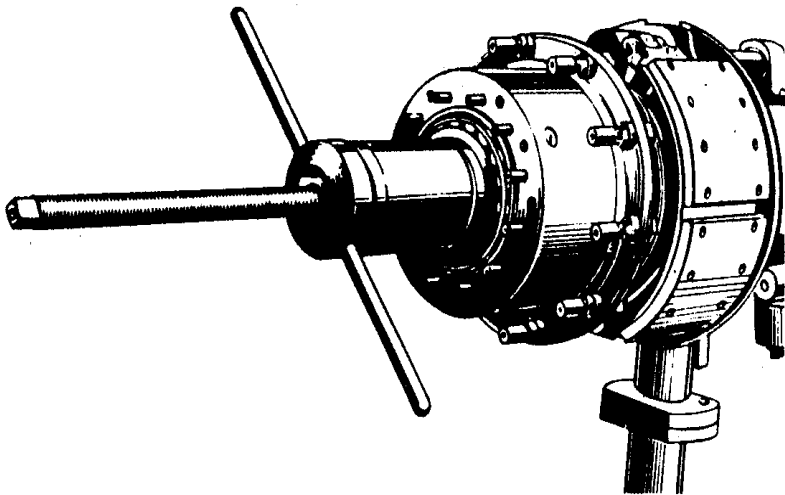

Рис. 8. Запрессовка наружного кольца
1. После расчета толщины прокладок в ступицу вложить соответствующее внутреннее кольцо внутреннего подшипника, установить в канавку стопорное кольцо (17) и с помощью дорна Т17-2241 запрессовать уплотнитель Stefa 1НН1 155×190×17.54+HR (18).
2. На цапфу поворотного кулака надеть «О»-кольцо 105×3 (48), уплотнительное кольцо (19) и запрессовать внутреннее кольцо с сепаратором внутреннего подшипника 32221 (51). Установить ступицу (16) с помощью приспособления Т17-2246 на цапфу поворотного кулака (рис. 8). После удаления от приспособления, надеть распорную втулку (52), рассчитанные регулировочные прокладки (53 – 56) и внутреннее кольцо внешнего подшипника 30221 (57), который тоже запрессовать на поворотный кулак. В скрепленном состоянии проверить плавность поворачивания ступиц. Приспособление развернуть и снять. При установке ступицы на поворотный кулак, рекомендуется применять подвеску ступицы колеса и подходящее подъемное устройство.
5. На внешний ведущий вал надеть ведущую шестерню колесного редуктора (2) с фрикционным кольцом (66). Внешний ведущий вал с помощью лопатки надвинуть на кардан по направлению наружу так, чтобы в канавку на конце вала можно было вложить стопорные сегменты (3).
Глубиномером измерить расстояние торца, задвинутый внешний ведущий вал от опорной поверхности для колпачка держателя сателлитных зубчатых колес (размер «А») (рис. 8). Из полученного результата вычесть 0,3 – 0,5 мм и на такую длину корректировать размер опоры (6) вала, гарантирующий требуемый аксиальный зазор внешнего ведущего вала.